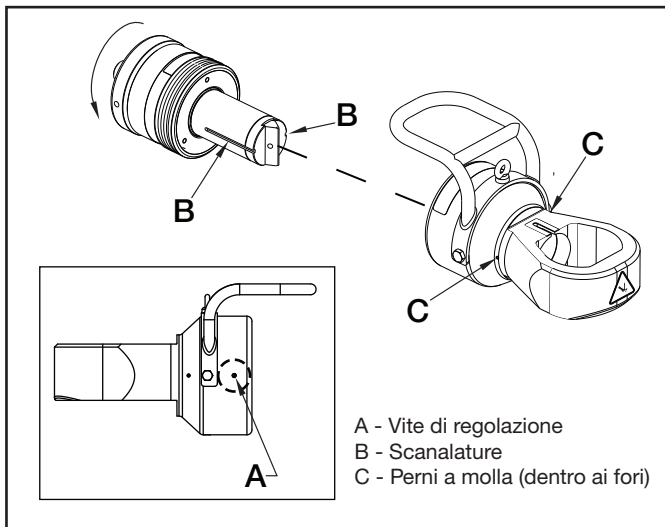

Figura 3, Montaggio del cilindro e della testa di taglio
2. Allentare la vite di regolazione di plastica (Figura 3, voce A) situata sul cilindro della testa di taglio.
3. Inserire il cilindro nella testa, allineando le scanalature assiali nel porta lama. (Figura 3, voce B) con i perni della molla (Figura 3, voce C) nella camera cilindrica della testa di taglio. Una volta allineati, ruotare il cilindro nella direzione mostrata allo scopo di innestare i filetti della vite.
- Se fosse stretta, allentare la vite di regolazione di plastica situata sul cilindro della testa di taglio. Vedere la Figura 3, voce A.
- Se fosse stretta, allentare la vite di regolazione di plastica situata sulla parte cilindrica della testa di taglio. Vedere la Figura 3, voce A.